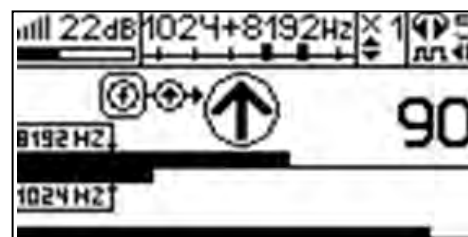

Рис. 8.3
3. Включить приемник. В «Стартовом окне» следует выбрать вид принимаемого сигнала – «двухчастотный» . После запуска измерения кнопкой  появится окно «направление сигнала» (рис.8.3).